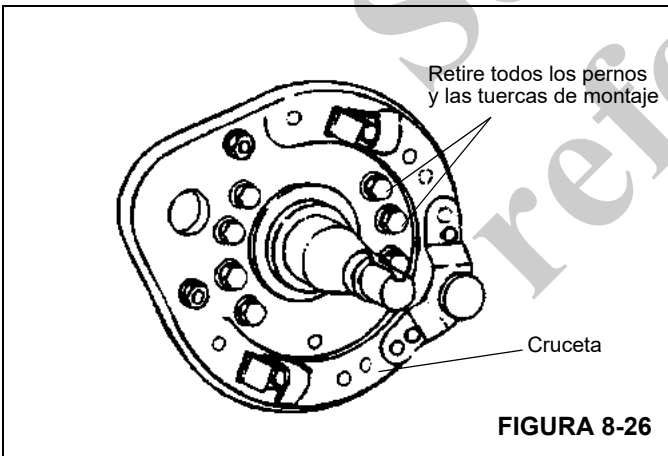

FIGURA 8-26
16. Retire las tuercas de fijación de la cruceta al eje y retire la cruceta (Figura 8-26).